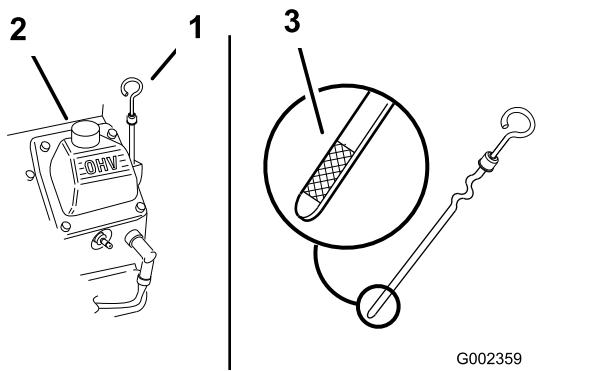

Figura 45
2. Limpie alrededor de la varilla de nivel de aceite (Figura 45) de forma que la suciedad no penetre por el orificio de llenado y cause daños en el motor.
3. Retire la varilla, límpiela, y vuelva a colocarla, asegurándose de que quede bien asentada (Figura 45).
4. Retire la varilla y compruebe el nivel de aceite. El nivel de aceite debe estar entre las marcas 'F' (lleno) y 'L' (bajo) de la varilla (Figura 45).
5. Si el nivel de aceite está por debajo de la marca 'L' (bajo), retire el tapón del tubo de llenado (Figura 45) y añada el aceite especificado hasta que el nivel llegue a la marca 'F' (lleno) de la varilla.